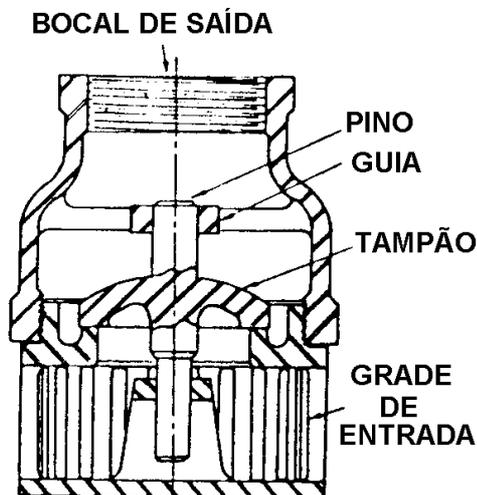

Fig. 30 - Válvula de pé
1. *Válvulas de pé* (foot valves) - São válvulas de retenção especiais para manter a escorva (linha com líquido) nas linhas de sucção de bombas; devem ser instaladas na extremidade livre da linha, ficando mergulhadas dentro do líquido no reservatório de sucção. Essas válvulas são semelhantes à válvulas de retenção de levantamento, tendo geralmente no tampão um disco de material resiliente (plásticos, borracha etc.), para melhorar a vedação. Possuem também uma grade externa de proteção (Fig. 30).